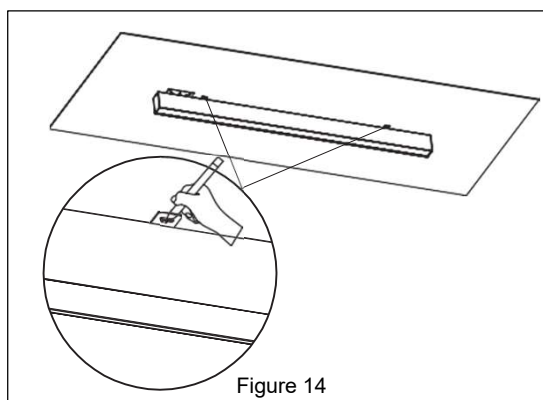

Figure 14
3. Maintenez le luminaire sur la surface de montage, puis marquez les positions de fixation des supports installés à l'étape précédente. **Reportez-vous à la Figure 14.**